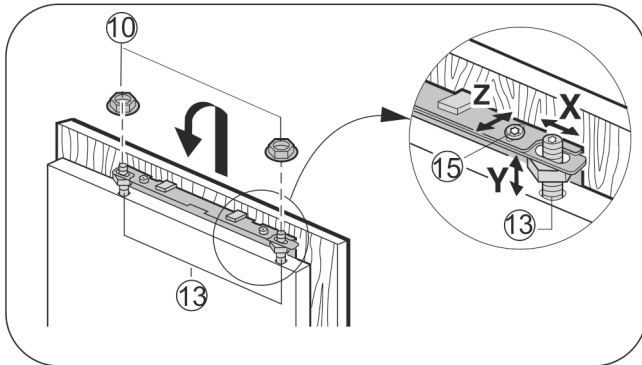

Fig. 27
- ▶ Vrata kuhinjskog elementa objesite na svornjake za podešavanje Fig. 27 (13), a protumatice Fig. 27 (10) labavo navrnite na svornjake za podešavanje.
- ▶ Poravnajte vrata namještaja u visinu Y i prema bočnom nagibu: Podesite svornjake za podešavanje Fig. 27 (13) pomoću odvijača.
- ▶ Stegnite protumatice Fig. 27 (10).